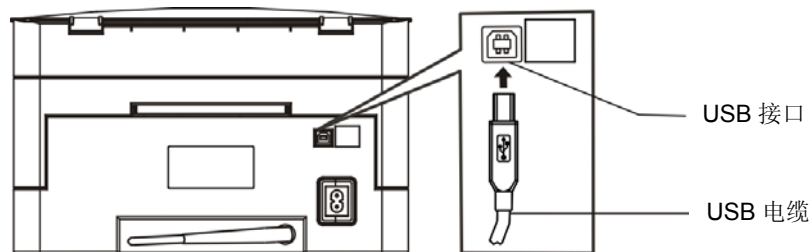
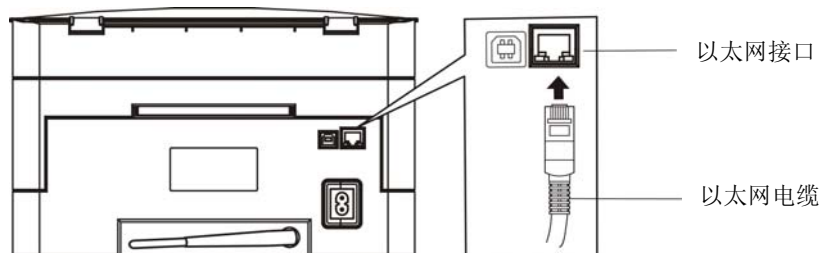

图 2-14 连接 USB 电缆
图 2-15 连接以太网电缆
请根据实际需要，用相应电缆连接打印机与计算机（如图 2-14 和图 2-15 所示）。
2. 将 USB 电缆的方型插头插进打印机的 USB 接口插座中（如图 2-14 所示）。
将以太网电缆的 RJ-45 插头一端插进打印机的以太网接口插座中，另一端插头连接到局域网的接入端（如图 2-15 所示）。